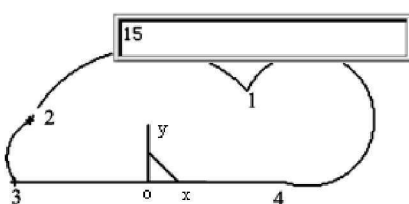

图 2-6
(7) 按回车键→用鼠标捕捉“2”点→捕捉“3”点→移动光标到合适位置, 按回车键→选择两点半径输入“半径”15→按回车键结束, 结果如图 2-6 所示。